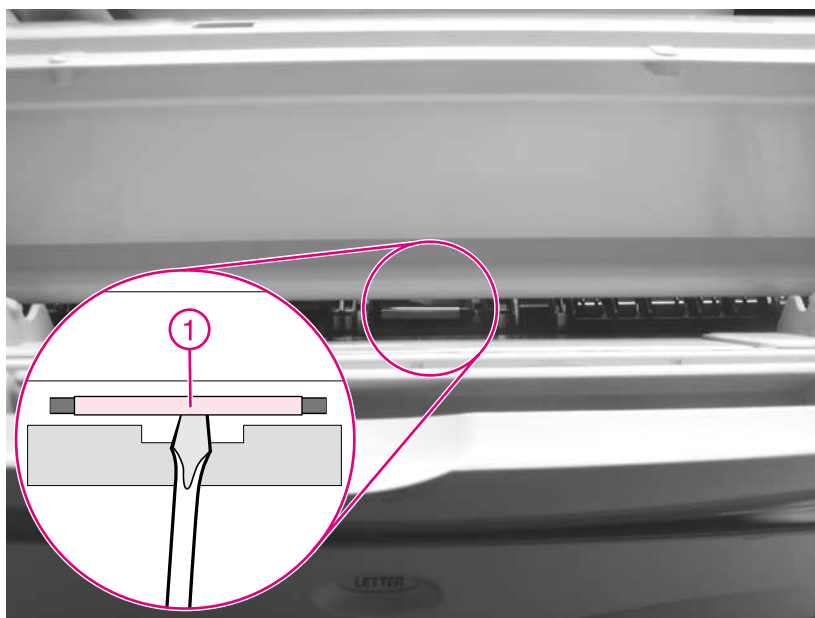
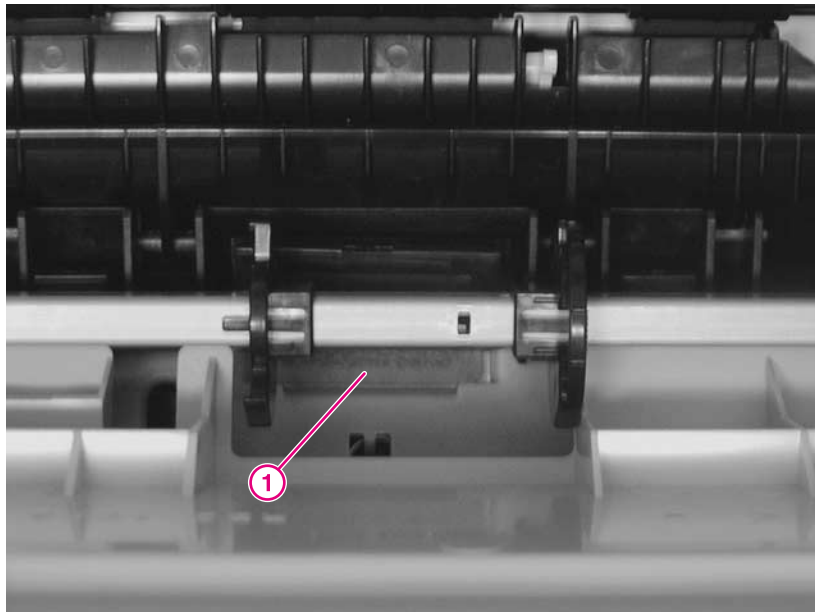

Figura 7
Figura 8
- 2 Individuare il tampone di separazione del vassoio 1 utilizzando la Figura 7 (elemento 1) e la Figura 8 (elemento 1).
- 3 Con una mano, estrarre il tampone di separazione del vassoio 1 (Figura 7, elemento 1) dal supporto utilizzando un cacciavite a taglio di piccole dimensioni.
- 4 Dall'interno della stampante, rimuovere con l'altra mano il tampone di separazione (Figura 8, elemento 1).